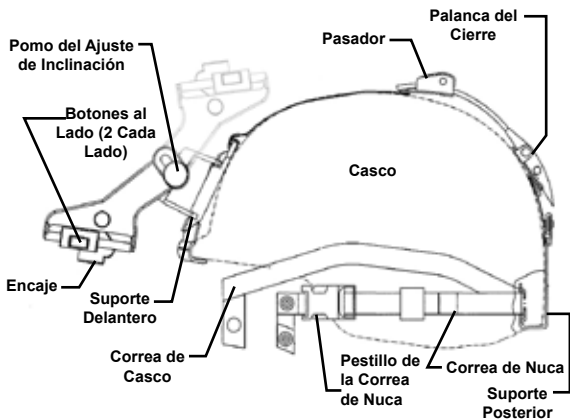

Figura 4-6. Funciones Montura de Casco
1. Remueva el ensamblaje de la montura del estuche. Véase la Figura 4-6 para las funciones de la montura casco.
2. Con el pasador en la posición delantera, ponga la correa sobre la parte superior del casco, centre y enganche el soporte posterior en el posterior del casco. Centre el soporte delantero, engánchelo en la parte delantera del casco y manténgalo en su lugar. (Véase la Figura 4-6.)